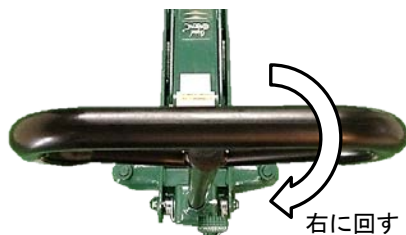

図3 サドルの降下
サドルはハンドルを時計回りに回すと下がります。(図3)
2. ジャッキのハンドルを図3のように通常の位置にしてください。